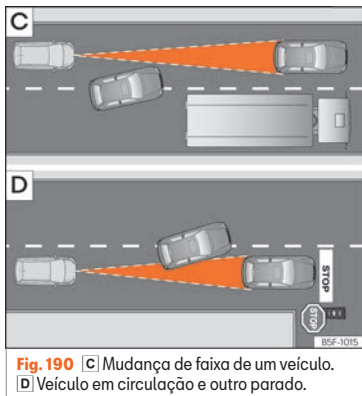

Fig. 190 [C] Mudança de faixa de um veículo.
- Veículos que mudem para a faixa na qual circula a pouca distância do veículo » **Fig. 190 [C].**
O ACC não reage perante veículos detidos. Se, por exemplo, um veículo detetado pelo ACC roda ou se afasta e em frente do mesmo se encontra um veículo parado, o ACC não reagirá face a este último » **Fig. 190 [D].**